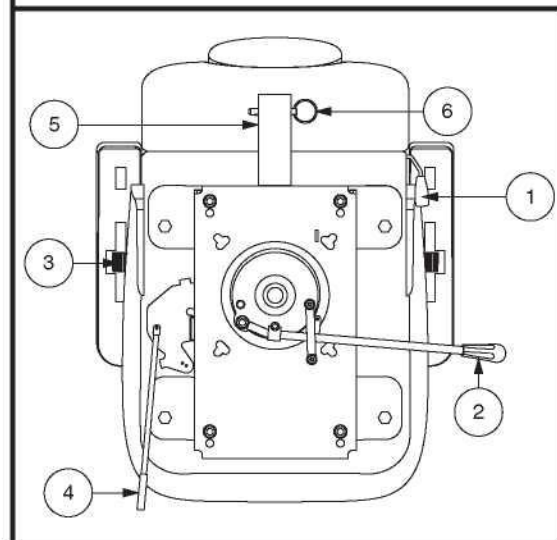

Figure 20. Réglage du siège
Si votre scooter est équipé d'un siège à dossier inclinable, vous pouvez changer l'inclinaison du dossier avec le levier de réglage du dossier. Voir la figure 20.
1. Tirer vers le haut l'avant le levier de rotation du siège afin de dégager le siège. **Voir la figure 20.**
Élevez ou abaissez l'inclinaison des accoudoirs en tournant la roulette de réglage sous l'accoudoir. **Voir la figure 20.**
1. Déplacez le levier coulissant du siège (situé sur le côté inférieur gauche du siège) vers l'extérieur. **Voir la figure 20.**
Le support d'accessoire monté à l'arrière vous permet d'attacher un accessoire personnel comme un panier, support pour marchette ou réservoir d'oxygène à l'arrière de votre scooter. Utiliser la goupille de verrouillage afin de bien fixer votre article au support d'accessoire. **Voir la figure 20.** Consultez votre détaillant autorisé pour plus de détails.